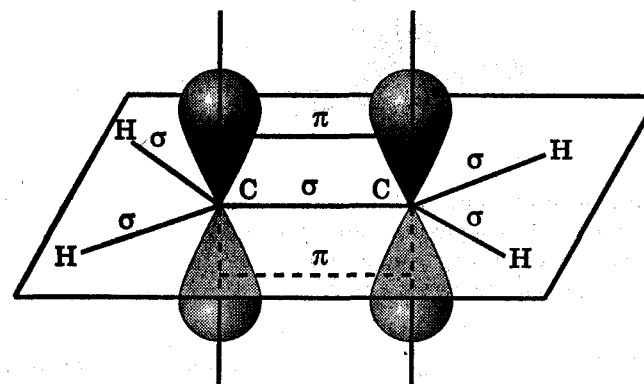

Рис. 3.7.
**$\pi$ -Связь** — ковалентная связь, образованная при перекрывании атомных орбиталей вне линии, соединяющей ядра атомов (рис. 3.7).